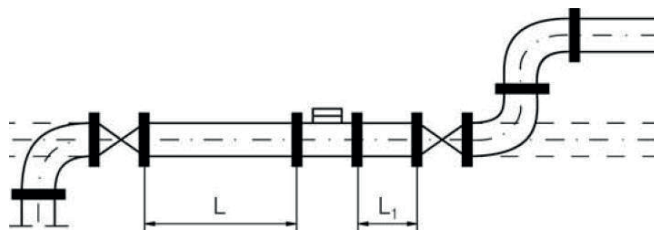

Fig. 1 Installazione del sensore di flusso al contatore di calore
6.6 Il cavo nel punto dell'installazione deve essere progettato per evitare la formazione di sacche d'aria all'interno del sensore di flusso. Il trasmettitore deve essere completamente riempito d'acqua. In questo modo, il livello dell'acqua nella tubazione a monte del trasmettitore non potrà abbassarsi (**Fig. 1**).